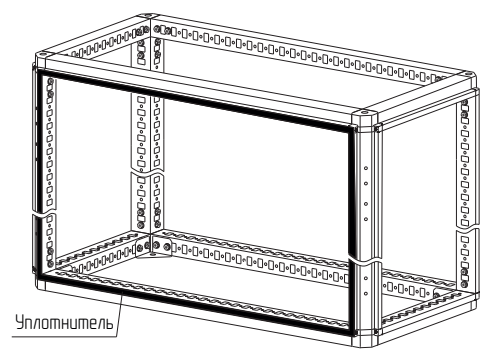

Рисунок 65
4.36.2 Проклейте один из каркасов в месте соединения, уплотнителем из комплекта по всему периметру каркаса (рисунок 65), так чтоб место стыка уплотнителя было в нижней горизонтальной части каркаса.